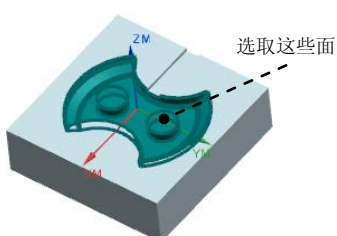

图 21.9 指定切削区域
Step2. 在图形区中选取图 21.9 所示的面（共 33 个）为切削区域，然后单击“切削区域”对话框中的按钮，系统返回到“型腔铣”对话框。